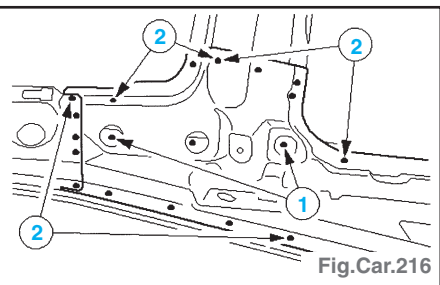

Fig.Car.216
- fraiser les points de soudure (1) et les points de soudure (2) (deux épaisseurs de tôle) (Fig.Car.216).